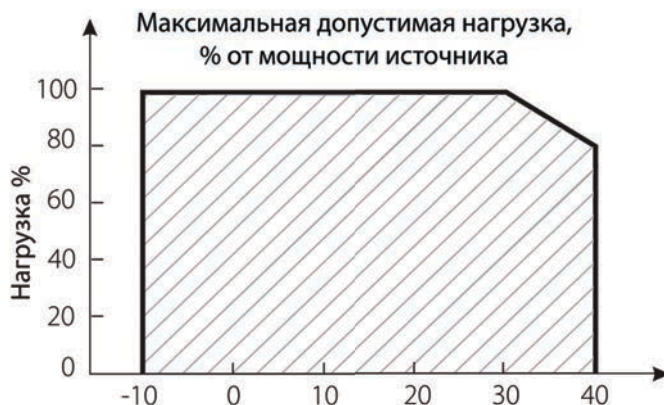

Рис.2 Температура окружающей среды (ta), °C
3.3. Не нагружайте источник питания более 80% от его максимальной мощности. Учитывайте, что с повышением температуры окружающей среды, максимальная мощность источника питания снижается, см. график зависимости на Рис.2.